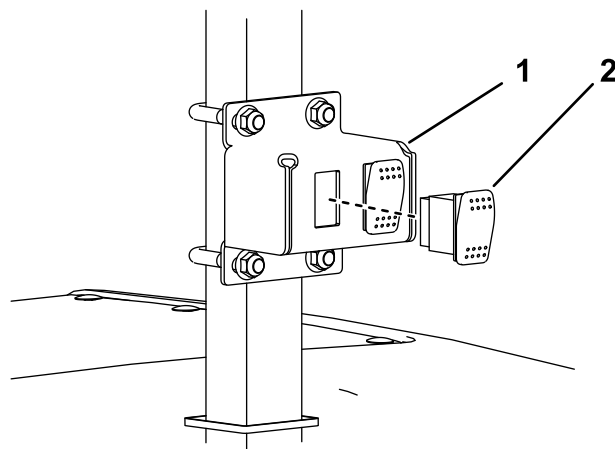

Figura 6
8. Ligue o interruptor do farol rotativo ao conjunto do interruptor da luz de trabalho como se mostra na Figura 6.